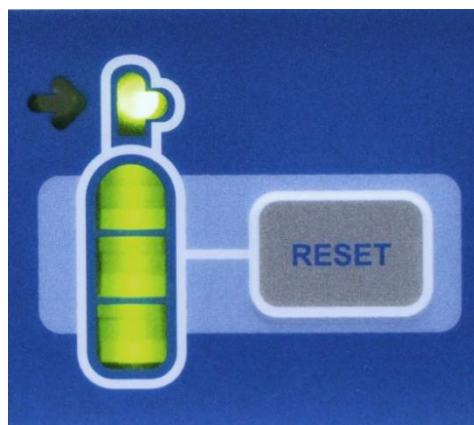

Figura 11: Pulsante RESET del misuratore del gas N₂O
- Individuare il display del cilindro di gas sulla parte anteriore dell'unità cryoICE BOX e annotare il pulsante RESET a destra di questo display, vedere la Figura 11.